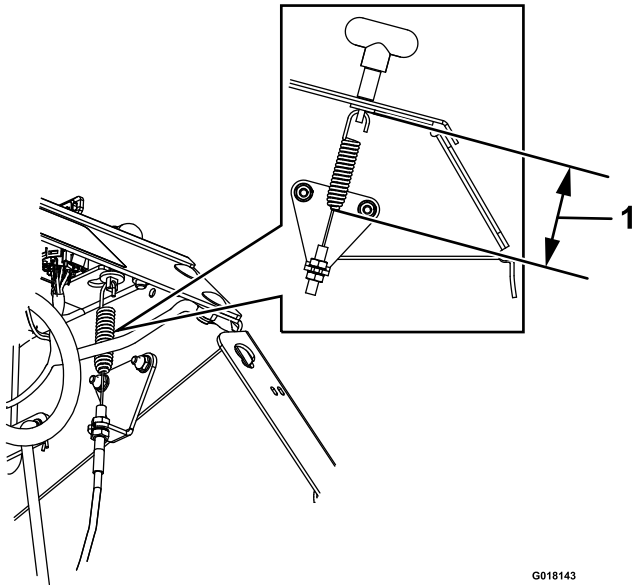

Figure 16
7. Vissez plus ou moins l'écrou afin d'obtenir un espace de 7,9 cm entre le bas de la biellette et le bas du ressort. Voir Figure 16.